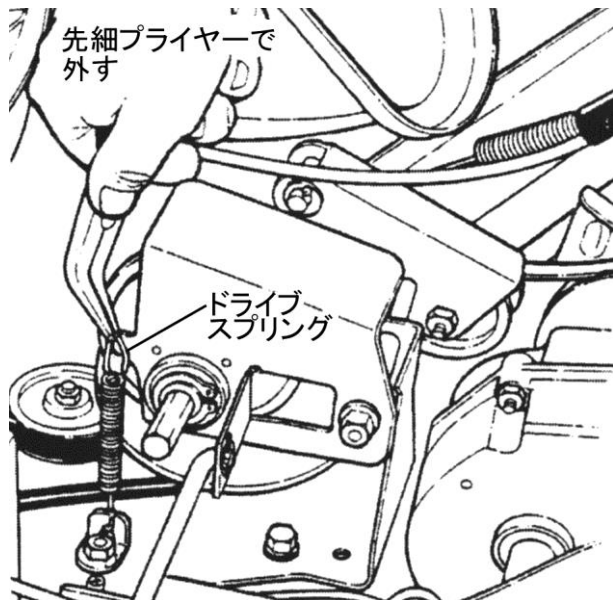

図6-6
- ドライブ・スプリングは従動ディスクを駆動ディスクに押し付けています。ドライブ・スプリングが伸びてゆるんだり、破損したときは交換してください。(次ページ図6-6)